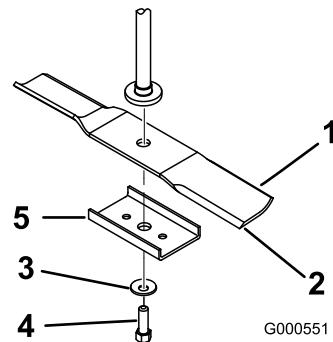
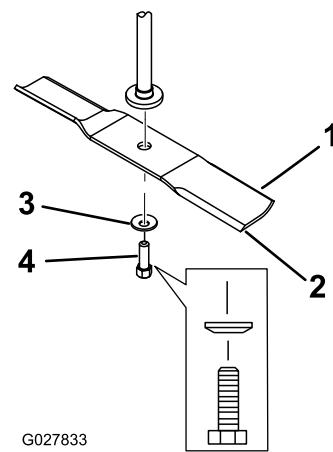

Рисунок 60
Рисунок 61
2. Снимите прижим ножа (только на 81 см деки), отверните болт ножа, снимите изогнутую шайбу и нож с вала шпинделя (Рисунок 60 и Рисунок 61).
1. Установите нож на шпиндель (Рисунок 61).
2. Установите прижим ножа (только на 81 см дики), изогнутую шайбу (чашеобразной стороной в сторону ножа) и болт ножа (Рисунок 61).